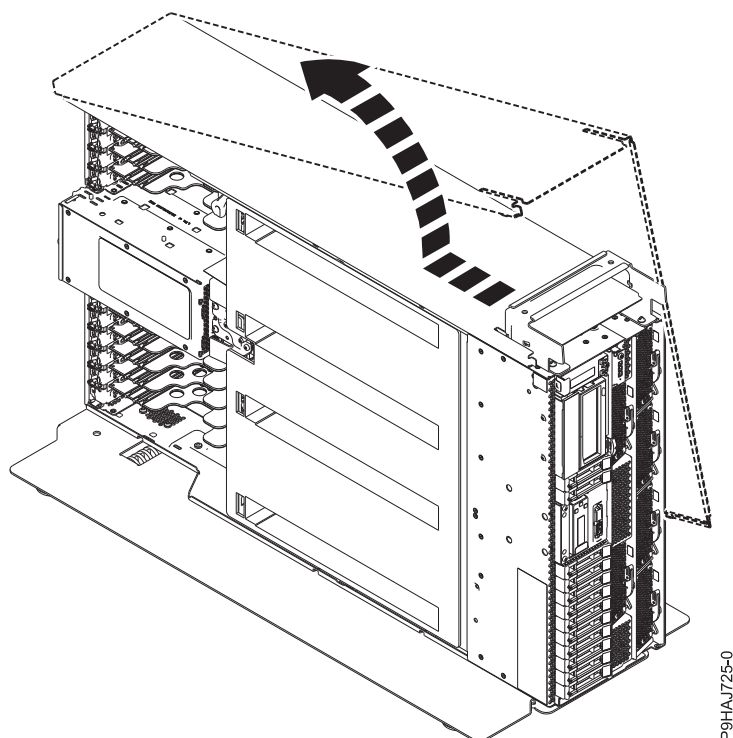

Figura 45. Extracción de la cubierta lateral
- Deslice la cubierta lateral sacándola del sistema en la dirección que se muestra en la Figura 45.